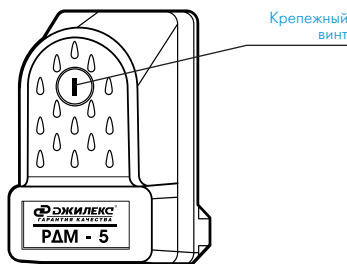

Рисунок 1
- отвинтив крепежный пластмассовый винт (см. рис. 1), снять крышку реле.